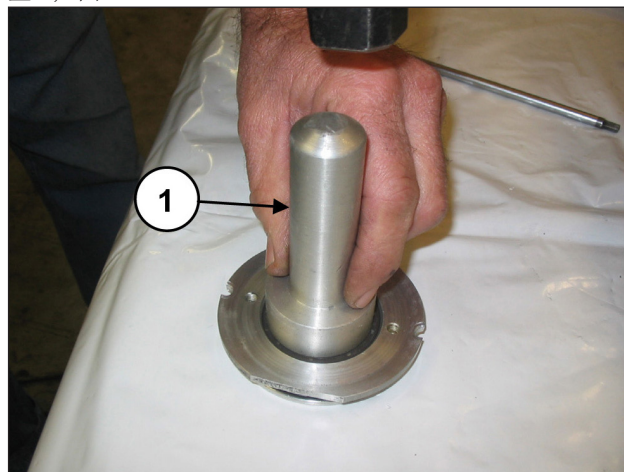

图 174
使用代号为27910900的缓冲垫，将油封安装在油封盖（位置①，图 174）上。